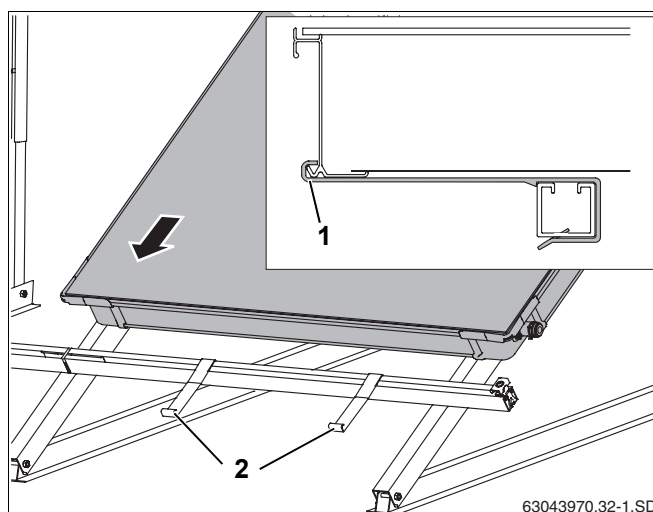

Рис. 46 Установка первого коллектора на профильные рейки
- Уложить первый коллектор на профильные рейки. Коллектор должен встать в крепления от сползания (рис. 46, поз. 2).
Нижний край коллектора должен войти в крепление от сползания (рис. 46, поз. 1).